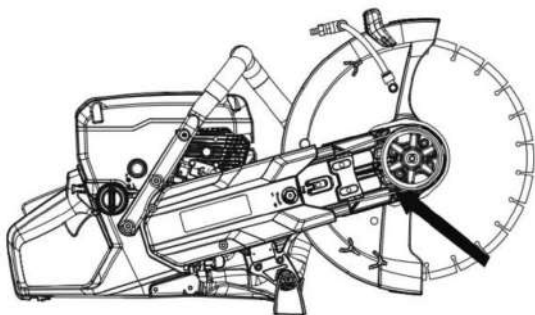

Рис. 12
•Теперь режущая головка ослаблена и ее можно снять с бензореза. Снимите ремень со шкива (рис. 12).